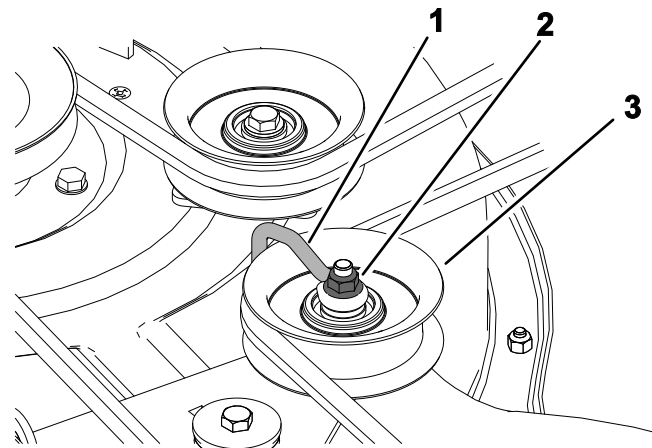

Bild 56
6. Lösen Sie die Mutter, mit der der Drahtbügel an der Spannscheibe befestigt ist (Bild 56).
Hinweis: Positionieren Sie den Drahtbügel gegen den Spannarm, wie in Bild 56 dargestellt.